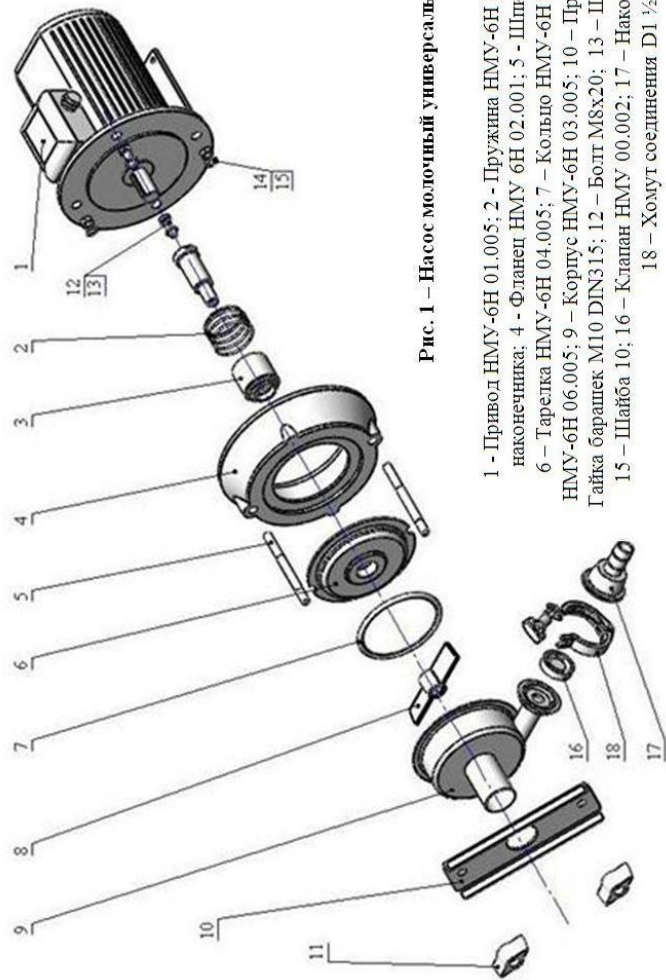

Рис. 1 – Насос молочный универсальный НМУ-6Н 00.005
- Снять корпус 9, крыльчатку 8 и тарелку 6, предварительно отвинтив гайки 11 (рис. 1). С тарелки снять кольцо 7.
- Снять уплотнитель наконечника 3 и пружину 2 (рис. 1).